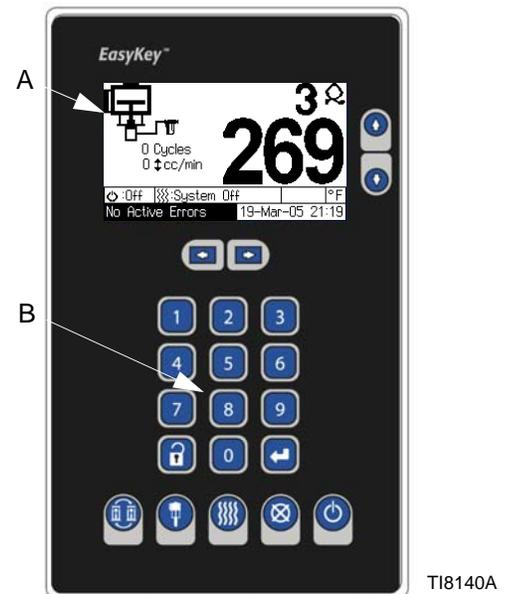

ABB. 7: EasyKey-Anzeige und Tastatur
Die EasyKey-Anzeige ist eine einfache Benutzerschnittstelle, die aus einem LCD-Display (A) und einem Tastenblock (B) besteht. Siehe ABB. 7.